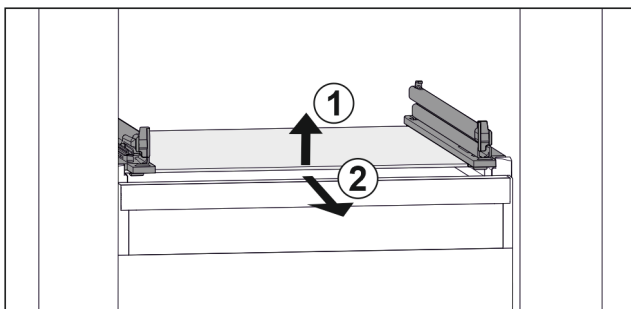

Fig. 44 Rappresentazione esemplificativa del ripiano in vetro
- ▶ Sollevare il ripiano in vetro dal davanti. Fig. 44 (1)
- ▶ Rimuovere il ripiano in vetro tirando in avanti. Fig. 44 (2)